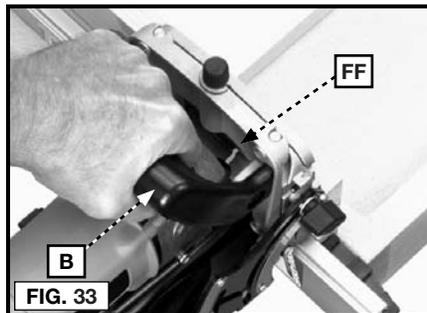

FIG. 33
6. Posicione la máquina sobre la pieza de trabajo de manera que la parte inferior de la base esté contra el borde recto y la muesca de guía (FF), Fig. 33, alineada con la línea central de una ranura. Ejerza presión sobre el mango auxiliar (B), Fig. 33, para sujetar la máquina firmemente en su sitio.
NOTA: Ensamble todas las juntas y verifique las alineaciones antes de aplicar cola (ver la Fig. 33).